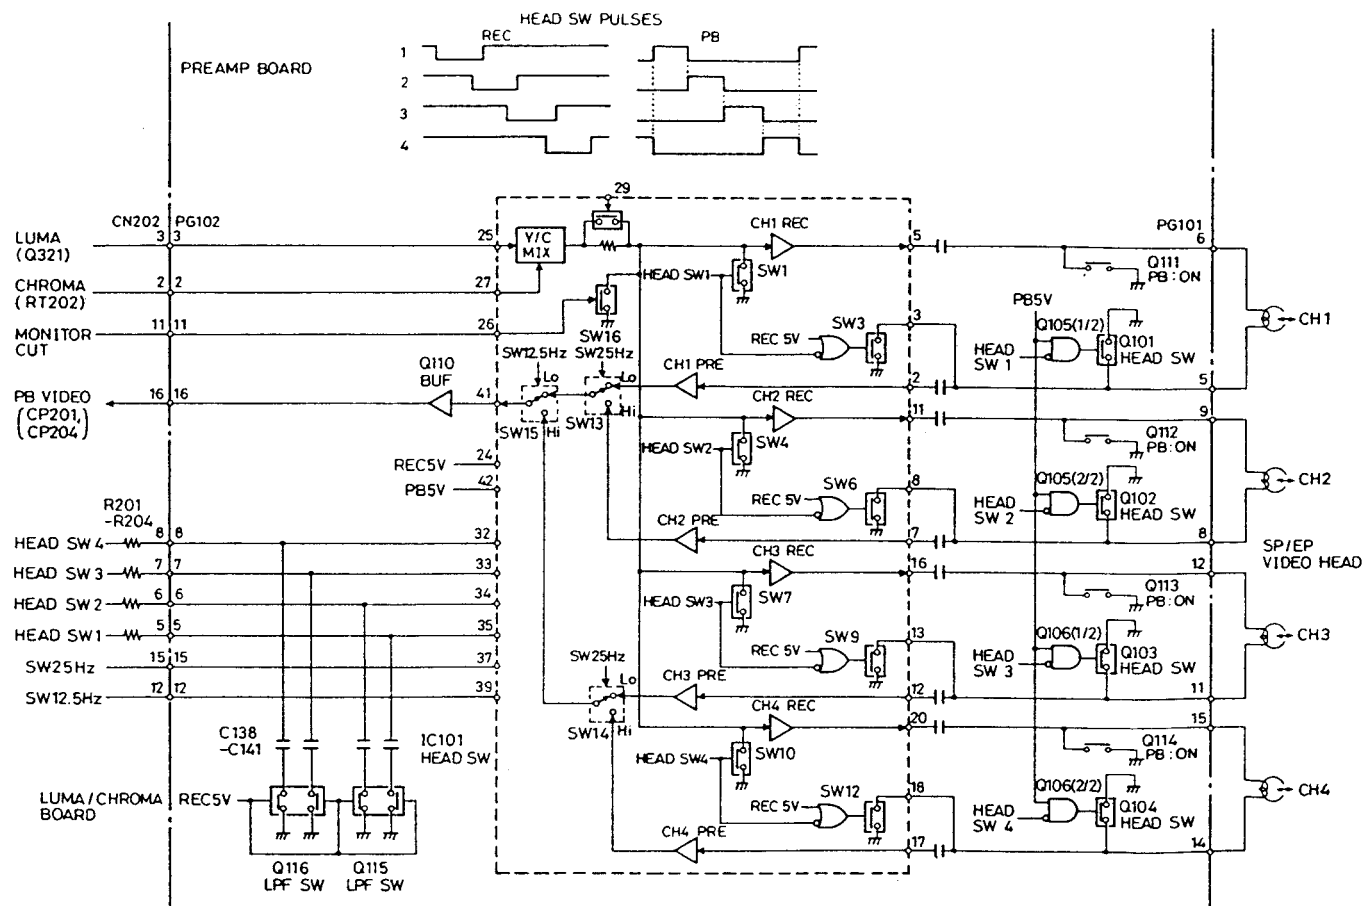

Abb. 5-3 Kopfwechsel-Schaltkreis
2. Kopfwechsel-Schaltkreis (Abb. 5-3)
2-1 Aufnahmebetrieb (Abb. 5-3)
2-2 Wiedergabebetrieb (Abb. 5-3)